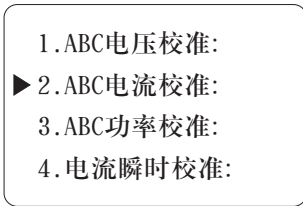
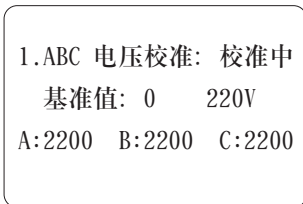
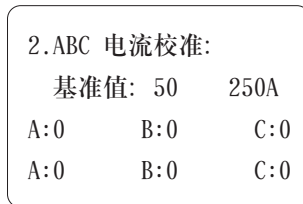
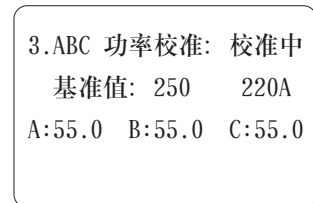

图19
图22
图23
图27
- 5) 进入菜单, 选择出厂维护, 进入密匙校验状态, (输入: 1001), 密匙校验成功后允许进入厂家设置界面, 通过【移位】、【递增】、【菜单】键结合, 可实现对ABC相电压, ABC相电流的校准, ABC相功率校准、电流瞬时校准更改壳架电流、显示灰度调整, 以及厂家相关信息的校准或查询。如下图19、20、21所示。
- ABC相电压校准：如图19、20、21所示，按【移位】、【递增】键选择ABC电压校准，按【菜单】键，进入ABC电压校准界面，如图22所示，确认给保护器ABC相施加标准220V电压后，按下【菜单】键，5秒钟内，自动校零三相电压参数；再按下【移位】键，5秒钟内，自动校准三相电压参数，校准完成按【返回】键，返回上层界面。
- ABC相电流校准：如图19、20、21所示，按【移位】、【递增】键选择ABC电流校准，先给断路器施加额定电流值(如：250A)的电流后，按下【菜单】键，5秒钟内，校准额定电流，再给断路器施加20%额定电流(如：50A)的电流，按下【移位】键自动校准20%电流。如图：图23、24、25校准完成按【返回】键，返回上层界面。
- 功率校准：；如图19、20、21所示，按【移位】、【递增】键选择到ABC功率校准，输入额定电流（如：250A），输入额定电压220V，按下【菜单】键，5秒钟内，自动校零三相功率参数；再按下【移位】键，5秒钟内，自动校准三相功率参数。校准完成按【返回】键，返回上层界面。
- 更改壳架电流：如图19、20、21所示，按【移位】、【递增】键选择更改壳架电流，按【确认】键，进入更改壳架电流界面，按【移位】、【递增】键，可以更改壳架电流。完成后，按【返回】键，返回上层界面。
- 显示灰度调整：；如图19、20、21所示，按【移位】、【递增】键选择显示灰度调整，并按【菜单】键，进入灰度调整界面，根据实际显示，按【移位】、【递增】调整灰度，调整完毕按【返回】键，返回图27界面。